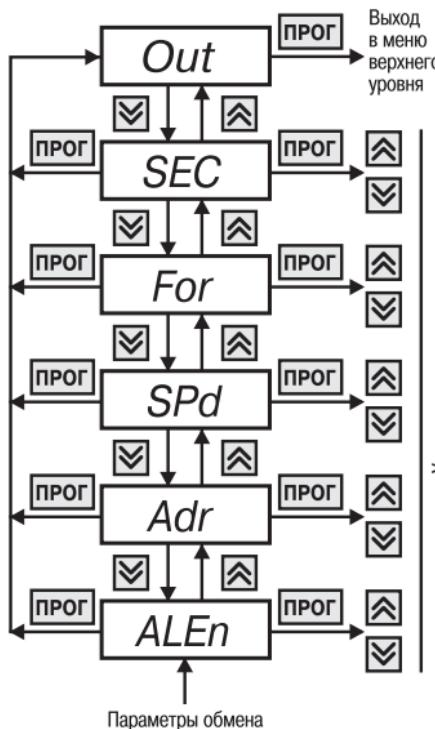

Рис. 19
6.2.2.8. Группа «*rS*» предназначена для задания значений параметров обмена при установленном в приборе модуле интерфейса связи RS-485 (рис. 19). Код доступа для данной группы «_11».